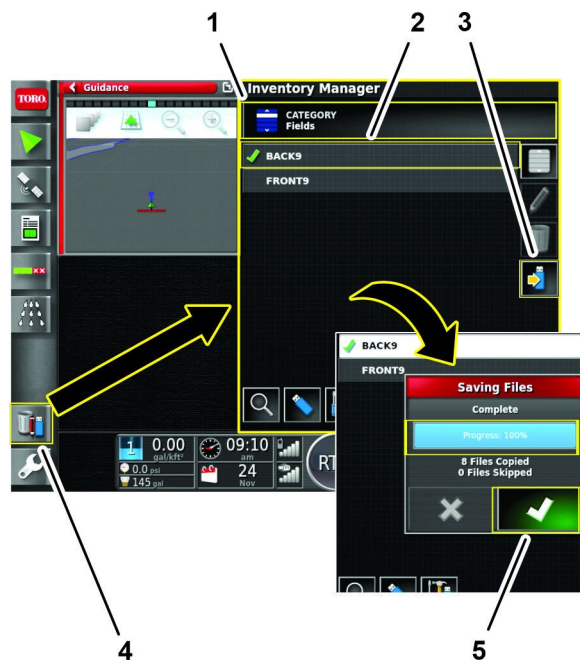

Figure 70
2. Appuyez sur l'icône GESTION D'INVENTAIRE, puis sur l'icône TYPE DE CATÉGORIE (Figure 70).
4. Appuyez sur l'icône CHAMP pour les limites que vous allez fusionner sur la machine n° 1, puis appuyez sur l'icône ENREGISTRER LA SÉLECTION SUR USB et sur l'icône de confirmation (Figure 70).